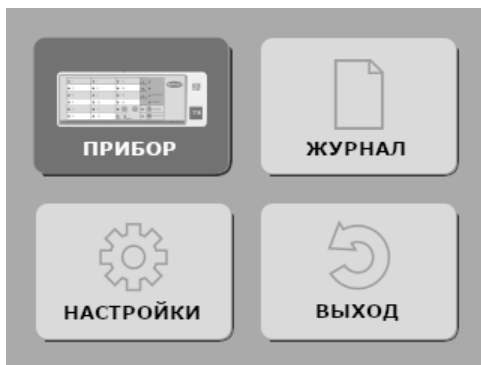

Рис. 3. Окно главного меню
Дополнительно УРС имеет четыре единичных светодиодных индикатора: «ПИТАНИЕ 1», «ПИТАНИЕ 2», «СВЯЗЬ» и «НЕИСПРАВНОСТЬ», отображающие информацию о состоянии самого устройства. Внешний вид лицевой стороны УРС показан на Рис. 3 Приложения.
4.5. Настройка режимов работы УРС выполняется органами управления через графическое меню (Рис. 3).
- 1) однократное нажатие на кнопки подменю (например, «ПРИБОР», Рис. 3) вызывает вход в данное подменю;
- 1) выбор активного элемента меню выполняется кнопками ▲ и ▼; активный элемент меню выделяется цветом или маркером (например, на Рис. 3 активным элементом является кнопка входа в подменю «ПРИБОР»);